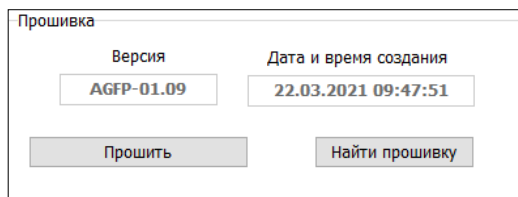

Рис.39. Чтение прошивки и загрузка прошивки в устройство
- После загрузки файла прошивки пользователю станет доступной кнопка «Прошить» и появится информация о прошивке: версия, дата и время создания файла (**Рис.39**).